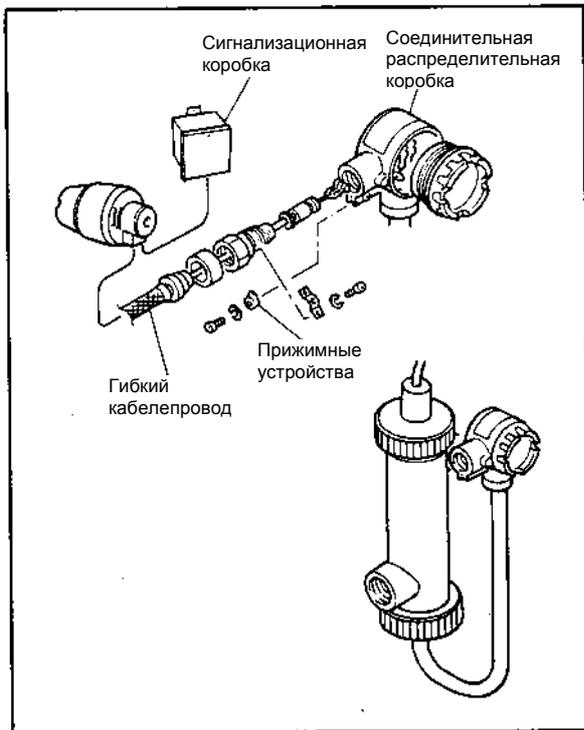

Рисунок 3-8. Подключение питания привода вибратора
- (2) Отсоедините провод питания привода вибратора от распределительной клеммы в чистящем элементе. Смотрите Рисунок 3-8.